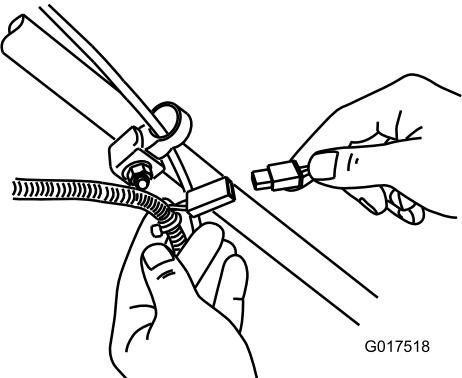

Figura 31
1. Ligue o carregador à cablagem sob a chave da ignição (Figura 31).